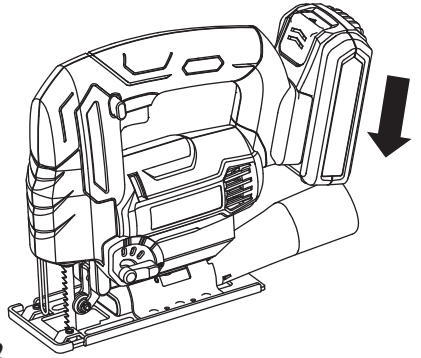

Fig. F2
4. TO INSTALL THE BATTERY PACK (SEE FIG. F2)